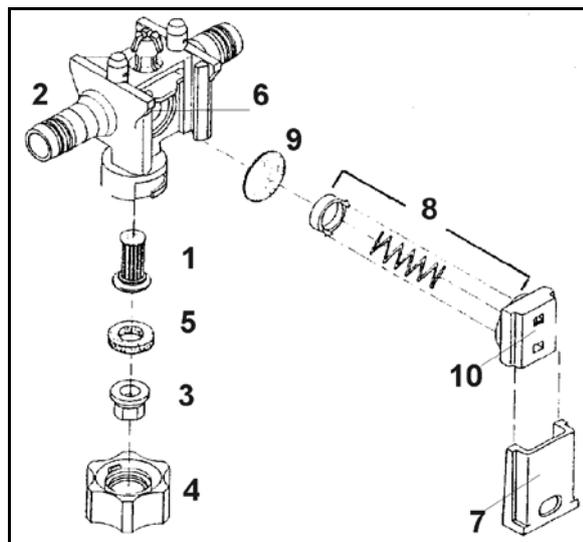

Fig. 186
Kontrollieren Sie von Zeit zu Zeit den Sitz des Schiebers (Fig. 186/7).
- Hierzu den Schieber so weit in den Düsenkörper (Fig. 186/2) einschieben, wie dies mit mäßiger Daumenkraft möglich ist.
1. Den Düsenfilter (Fig. 186/1) von unten in den Düsenkörper (Fig. 186/2) einsetzen.
2. Die Düse (Fig. 186/3) in die Bajonettmutter (Fig. 186/4) einlegen
3. Gummidichtung (Fig. 186/5) oberhalb der Düse einlegen.
Ablagerungen am Membransitz (Fig. 186/6) sind die Ursache für ein **nicht** nachtropffreies Abschalten der Düsen bei abgeschaltetem Gestänge. Dann die entsprechenden Membrane wie folgt reinigen:
1. Den Schieber (Fig. 186/7) aus dem Düsenkörper (Fig. 186/2) in Richtung Bajonettmutter herausziehen.
2. Das Federelement (Fig. 186/8) und die Membrane (Fig. 186/9) herausnehmen.
3. Den Membransitz (Fig. 186/6) reinigen.
Auf die richtige Einbaurichtung des Federelementes achten. Die rechts und links abgesetzten, ansteigenden Kanten am Gehäuse des Federelementes (Fig. 186/10) müssen beim Einbau in Richtung Gestängeprofil ansteigen.